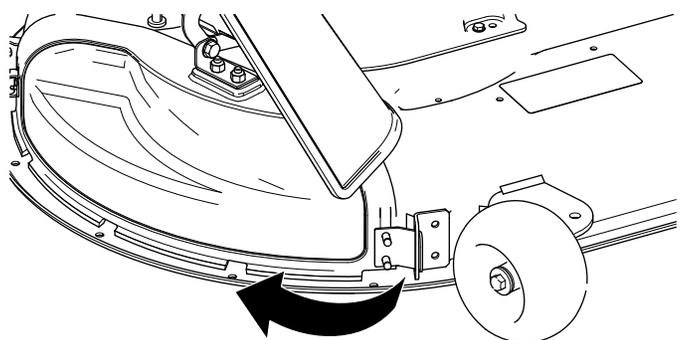

Figure 3
3. Ramenez le couvercle d'éjection vers le plateau de coupe de sorte à les aligner (Figure 3).